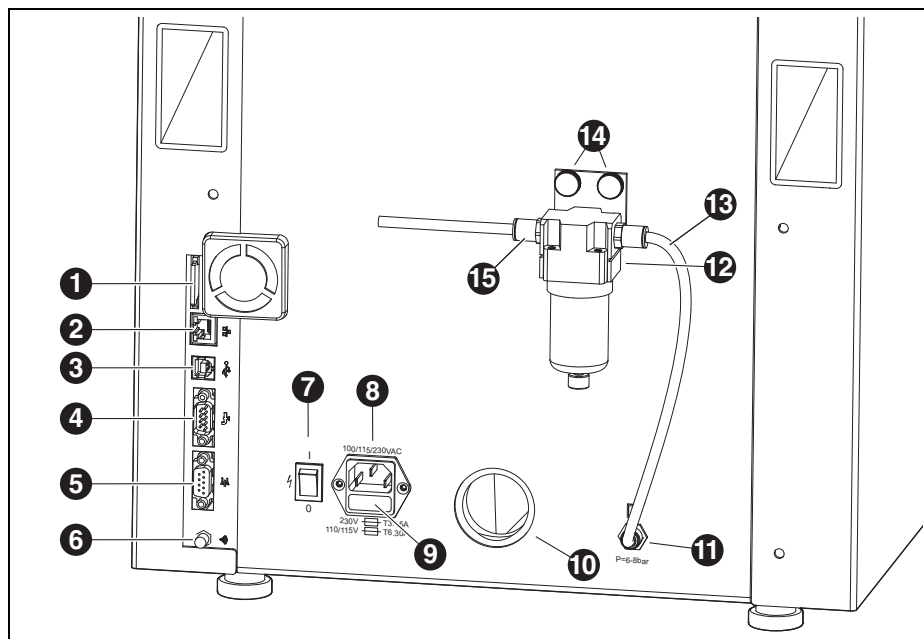

Fig. 2 Vue d'ensemble de l'appareil face arrière
- ▷ Tirer le tiroir ([9] dans la figure 2 sur la page 46) au dessous de la fiche du secteur.
- ▷ Connecter le tuyau d'aspiration du système employé au branchement ([10] dans la figure 2 sur la page 46) à l'arrière de la fraiseuse.